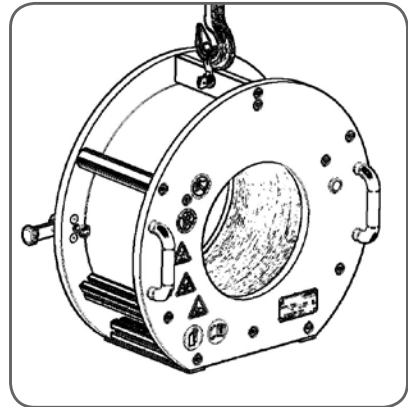

Fig. 7 Ne pas utiliser de câble métallique pour soulever l'appareil de chauffage
- B. Reliez la portée de cylindre à la terre. Figure 7. Schéma de branchement du boîtier de contrôle et de l'appareil de chauffage 24 SKF EAZ